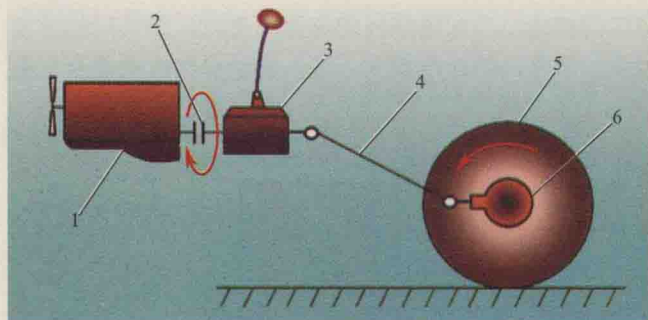

图 1-8 汽车的动力传递
(1) 离合器踏板的作用 离合器踏板是操纵离合器暂时切断发动机与驱动轮的动力传递，使汽车平稳起步或顺利换挡的操纵机件。如图1-8所示，发动机的动力要依次经过离合器→变速器→传动轴→驱动桥→驱动轮，才能使汽车产生运动。在汽车正常行驶中，离合器应该如数将发动机的动力传给变速器；然而，在启动发动机、起步、换挡的过程中，还需要离合器能够断开动力的传递。